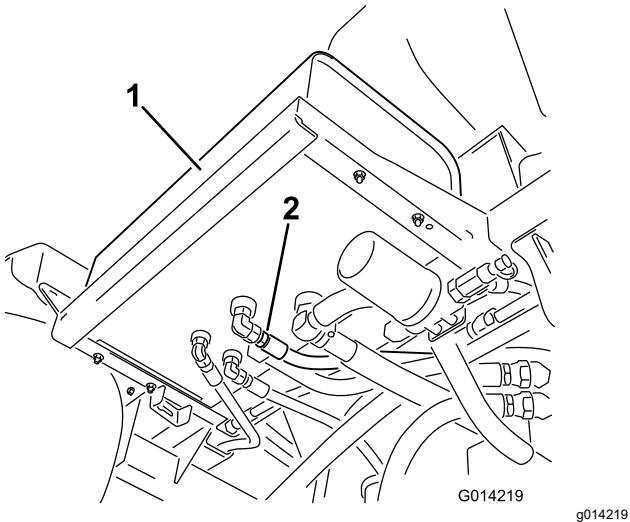

Bild 99
2. Reinigen Sie den Bereich um ein Hydraulikschlauch-Anschlussstück unten am Hydraulikölbehälter (Bild 99).
4. Nehmen Sie das Schlauch-Anschlussstück vom Behälter ab und lassen das Öl in die Wanne laufen (Bild 99).